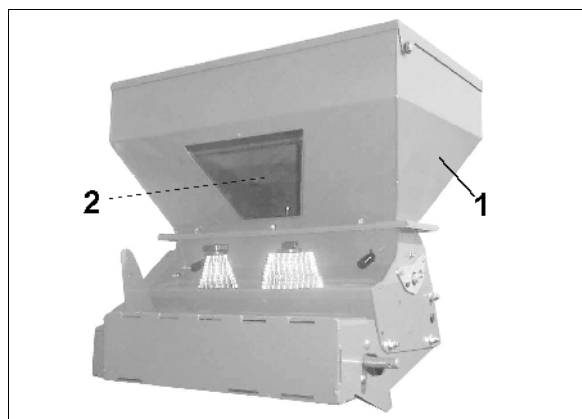

Fig. 8
Behälter (Fig. 8/1) mit
- Sichtfenster (Fig. 8/2)